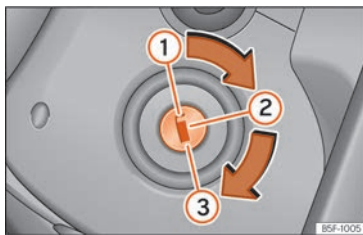

Fig. 214 Posiciones de la llave de contacto.
En esta posición »» fig. 214 ① el encendido y el motor están desconectados, pudiéndose bloquear la dirección.
- Gire la llave de contacto a la posición de arranque »» fig. 214 ③.
- Gire la llave de contacto hasta la posición » fig. 214 ②. El testigo 🚗 se encenderá en caso de precalentamiento del motor.
- En cuanto se apague el testigo, gire la llave de encendido a la posición ③ para poner en marcha el motor y no pise el acelerador.
- Gire la llave hasta la posición »» **fig. 214** .
- Extraiga la llave de encendido en la posición » fig. 214 ① » ⚠.